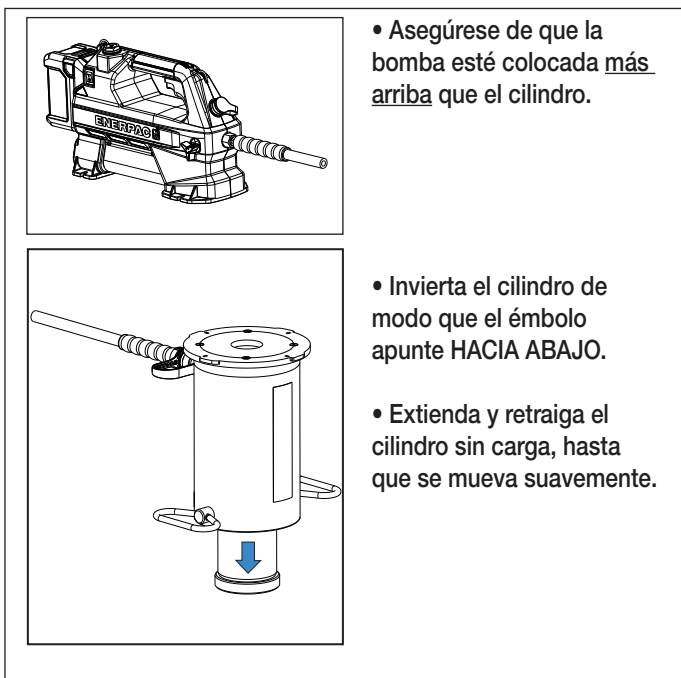

Figura 5: Eliminación del aire
2. Arranque la bomba y haga funcionar el cilindro durante varios ciclos completos de avance y retracción. Haga esto con el émbolo del cilindro apuntando hacia ABAJO, y con la bomba colocada a mayor altura que el cilindro o la herramienta. Véase Figura 5.